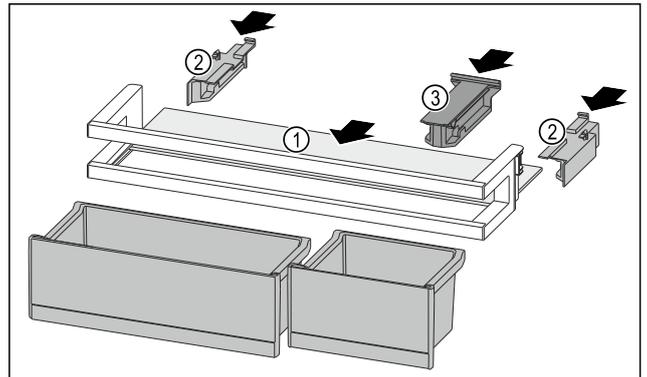

Fig. 84
- ▶ Abstellfläche Fig. 84 (1) in die seitlichen Einsparungen einschieben.
- ▶ Seitenteile Fig. 84 (2) einsetzen.
- ▶ Halteteil Fig. 84 (3) einsetzen.